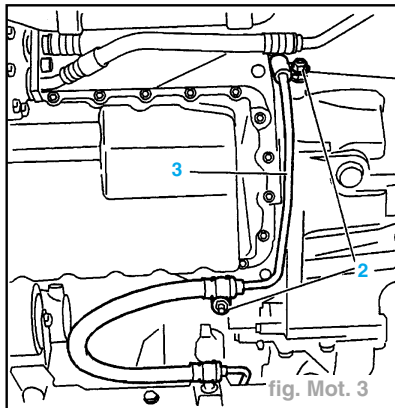

fig. Mot. 3
- Déposer les vis (2) (figure Mot. 3)